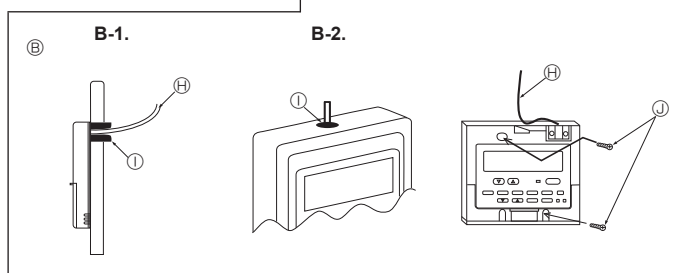

Fig. 7-7
- 2) Καλύψτε την είσοδο του καλωδίου στο τηλεχειριστήριο με στόκο ή μασίχη για να αποφυγείτε την ενδεχόμενη είσοδο σταγόνων, νερού, καταρτίδων ή σκουικιών. (Fig. 7-7)